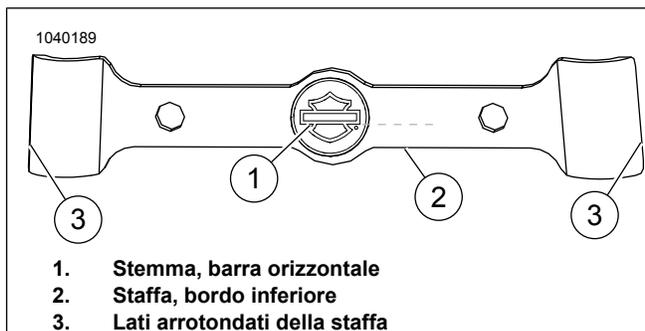

Figura 3. Allineamento dello stemma
- Vedere la figura 3. Il lato della staffa (3) non è simmetrico. La larghezza in alto è più stretta della larghezza in basso.
- Vedere la figura 3. I lati della staffa (3) non sono simmetrici. La larghezza in alto è più stretta della larghezza in basso.
3. Vedere la figura 3. Rimuovere il rivestimento dell'adesivo dai lati destro e sinistro della staffa (3).